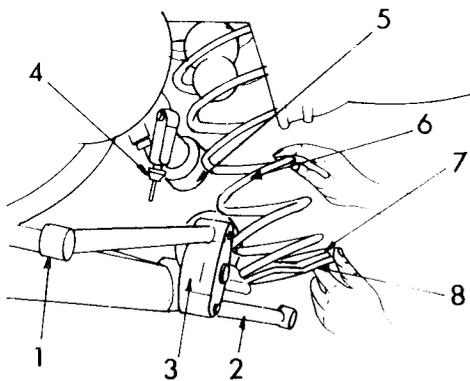

Bild 167
- Wagenheber langsam ablassen, bis die Schraubenfeder vollkommen entspannt ist, und die Schraubenfeder, oder beide Federn, herausnehmen, wie es in Bild 167 gezeigt ist.